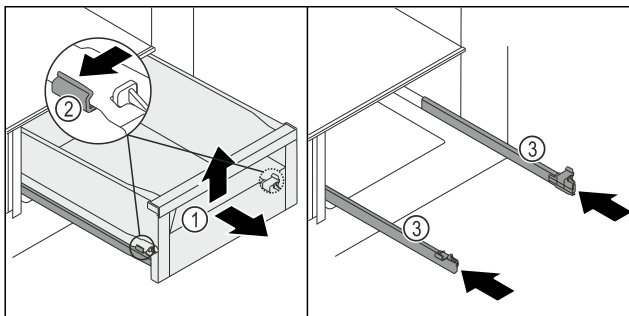

Fig. 170
- Schubfach Fig. 170 (1) bis zum Anschlag herausziehen.
- Klemme Fig. 170 (2) links und rechts an den Schienen gleichzeitig leicht nach außen drücken.
- Schubfach Fig. 170 (1) löst sich von den Schienen.
- Schubfach Fig. 170 (1) vorne hochheben.
- Schubfach Fig. 170 (1) nach vorne entnehmen.
- Schienen Fig. 170 (3) einschieben.